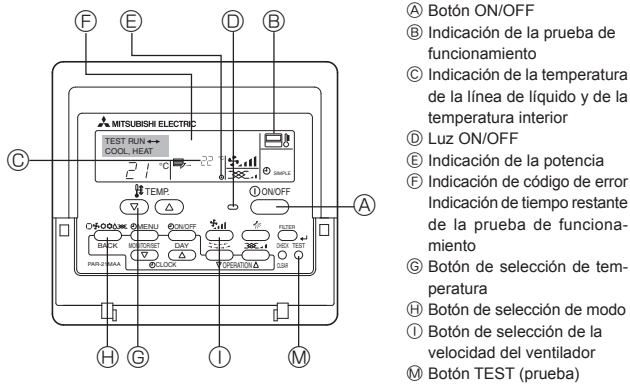

Fig. 9-2
9.2.2. Controlador remoto cableado (Fig. 9-2)